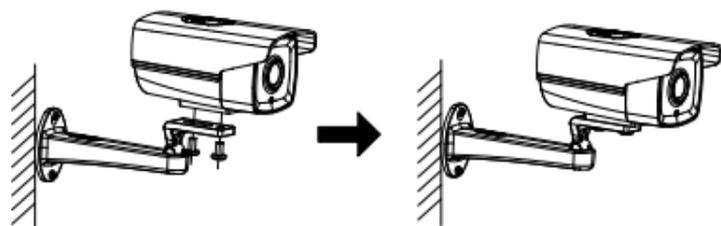

图3-7 固定摄像机
**步骤2** 用两颗1/4英寸螺丝将摄像机固定在支架固定架上，如图3-7所示。